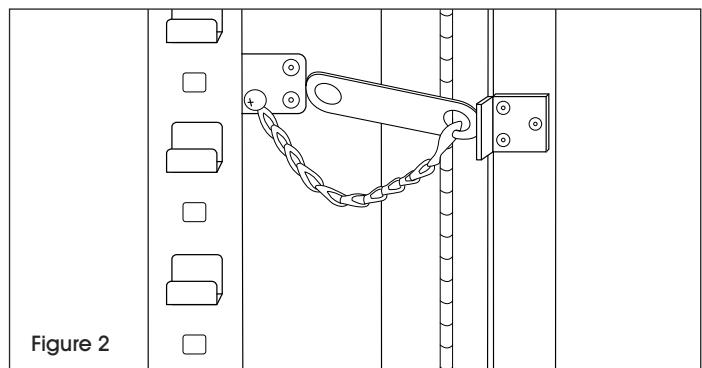

Figure 2
2. Pour maintenir les portes ouvertes, passez le maillon entre les supports. (Voir Figure 2)